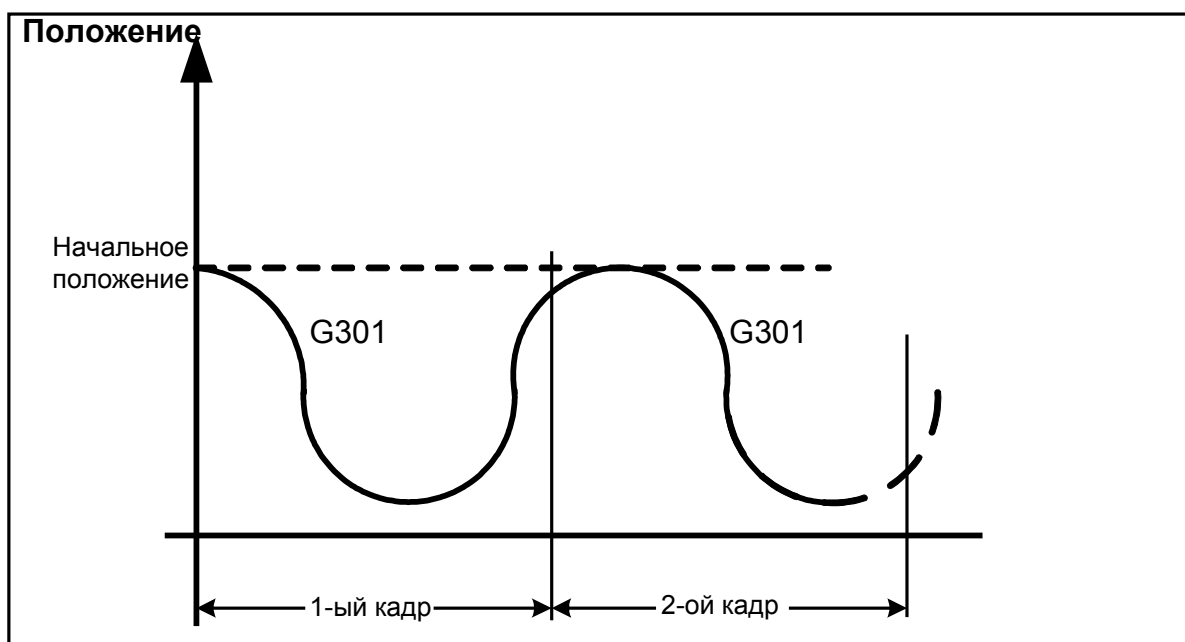

Рис.72.
60. Осциллирующее движение, - G301, G350. Осциллирующее движение может быть наложено на обычное движение любой выбранной оси в процессе линейной интерполяции группы осей. Осциллирующее движение инициируется инструкцией G301, которая является модальной в группе интерполяции (G01, G02...), см. рис.72. Таким образом, отмена осциллирующего движения осуществляется при появлении любой другой инструкции из этой группы. Инструкция G350 предваряет инструкцию G301, определяя основные параметры осциллирующего движения.